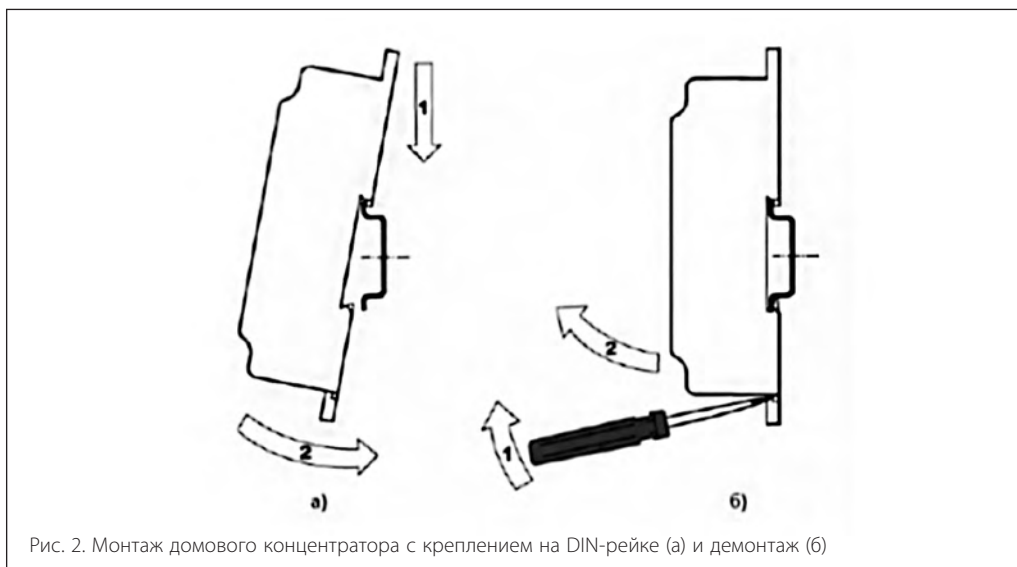

Рис. 2. Монтаж домового концентратора с креплением на DIN-рейке (а) и демонтаж (б)
- Приложить домовой концентратор к DIN-рейке, как показано на рис. 2а, и защелкнуть в направлении стрелки 2.
Для снятия домового концентратора с DIN-рейки необходимо вставить острие отвертки в прощину защелки (рис. 2б) и отжать защелку по стрелке 1, после чего снять корпус прибора с DIN-рейки по стрелке 2.